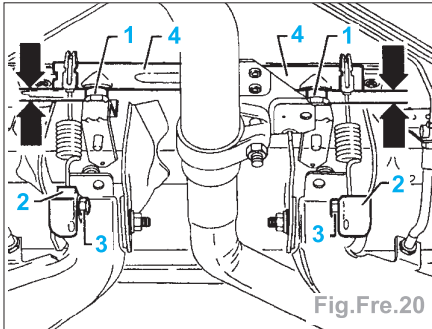

Fig.Fre.20
- Une légère inclinaison du fléau (4) est admissible (4 mm maxi entre le côté gauche et droit - flèches) (Fig.Fre.20).